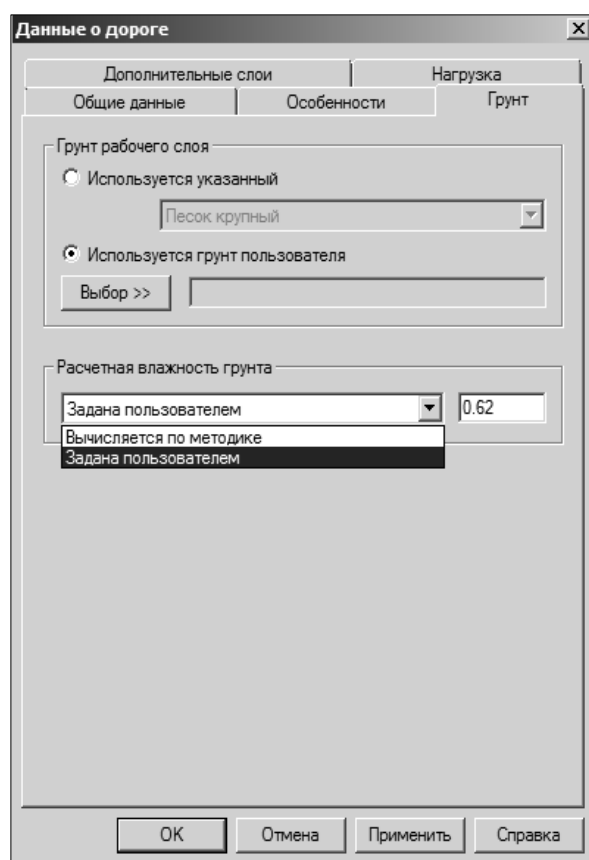

Рис.25
• В окне диалога **Данные о дороге/Грунт** назначается для расчета тип грунта рабочего слоя земляного полотна (рис.25).